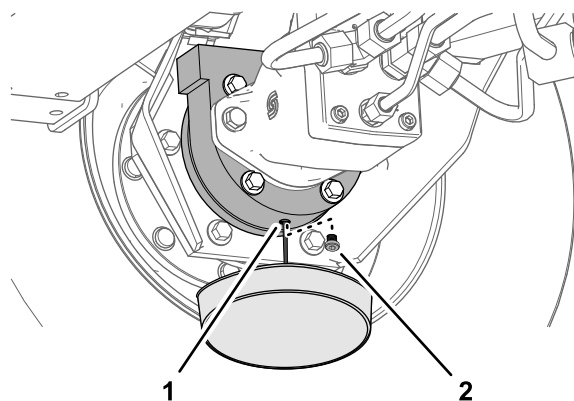

Рисунок 101
6. Подставьте сливной поддон под корпус тормоза, снимите пробку сливного отверстия и дайте маслу полностью стечь (Рисунок 101).